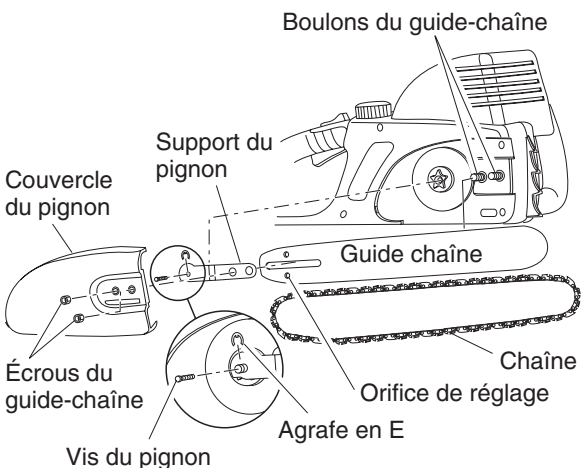

Figure 1 - Installation du guide-chaîne et de la chaîne
2. Desserrer les écrous du guide-chaîne (voir la Figure 1).
5. Retirer le couvercle du pignon, au besoin (voir la Figure 1).
6. Retirer le support du pignon, au besoin. *Note* : Selon le modèle de la scie, desserrer et resserrer les vis du pignon ou retirer l'agrafe en E de l'arbre (voir la Figure 1, Style B).
2. Placer le guide-chaîne sur les boulons (voir la Figure 1).
5. Replacer le support du pignon (enlevé lors d'une étape précédente) puis serrer la vis du pignon ou remplacer l'agrafe en E sur l'arbre, selon le modèle (voir la Figure 1, Style B).
8. Replacer les écrous du guide-chaîne sur les boulons, et les serrer à la main (voir la Figure 1).
2. S'assurer que le bloc de réglage est engagé dans le trou de réglage du rail de guidage (voir les Figures 1 et 3).